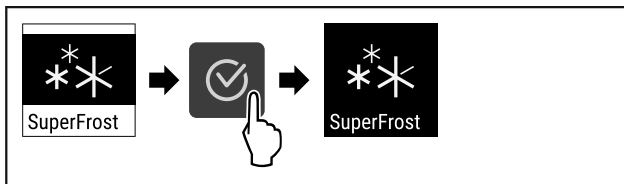

Fig. 93
- ▶ Obavite korake postupka (pogledajte Fig. 93).